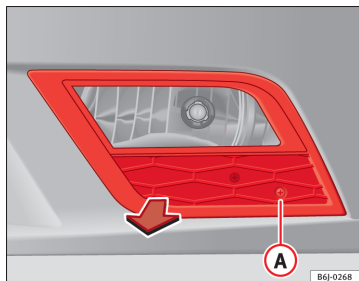

Fig. 140 Projecteur antibrouillard
- Retirez la vis ⇒ fig. 140 **A** de la grille du projecteur antibrouillard à l'aide d'un tournevis.